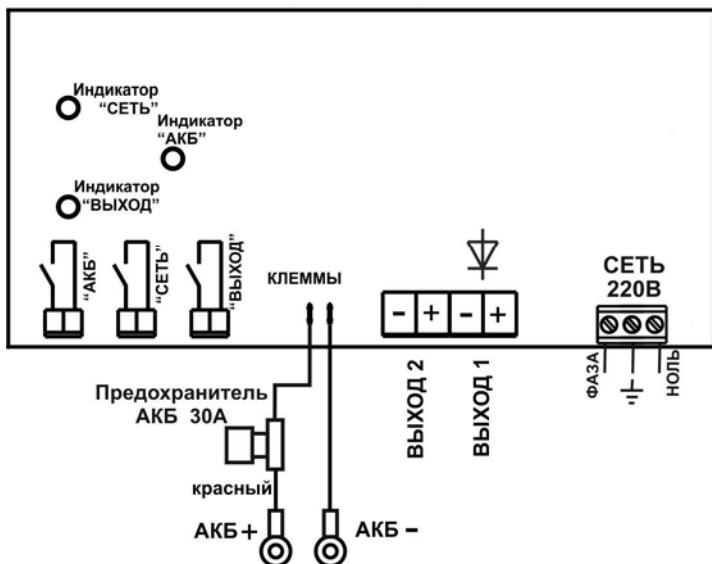

Рисунок 1 - Вид изделия с открытой крышкой (схема подключения)
- формирование выходных сигналов «СЕТЬ», «АКБ» и «ВЫХОД» в формате «СУХИЕ КОНТАКТЫ РЕЛЕ» (при наличии сигнала соответствующий контакт замкнут, см. рисунок 1);
На днище корпуса расположена печатная плата (см. рисунок 1).
**Подключение устройства производится при отключенном сетевом напряжении и открытой крышке** (см. рисунок 1) в следующей последовательности: